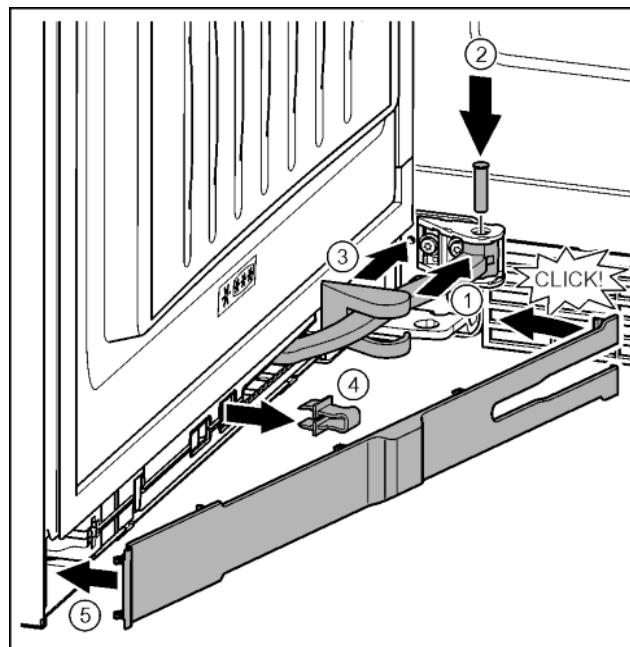

Fig. 39
- ▶ Повернуть шарнир в навеске. Fig. 39 (1)
- ▶ С помощью отвертки T15 вставить палец в навеску и шарнир. При этом следить за тем, чтобы выступ фиксатора занимал правильное положение в пазу. Fig. 39 (2)
- ▶ Переместить крышку опорного кронштейна вдоль шарнира и установить над навеской. Fig. 39 (3)
- ▶ Снять предохранитель. Fig. 39 (4)
- ▶ Установить накладку со стороны ручки и повернуть. Fig. 39 (5)